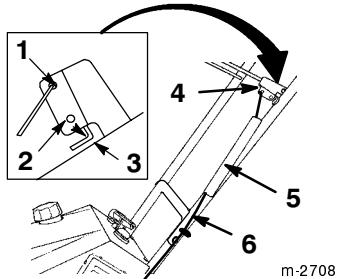

Figure 10
- Faites passer la câble dans le guide-câble situé du côté gauche de la machine (Fig.10).
- Placez la protection sur le ressort et le dispositif de réglage du câble, et poussez l'extrémité du ressort dans le trou à l'extrémité de la protection du ressort (Fig. 10).
- Passez l'extrémité libre du câble de commande dans le trou supérieur de la barre de commande, comme indiqué à la Figure 10.
- Vérifiez que l'écart entre la barre de commande et le mancheron est compris entre 1,6 et 3,2 mm (voir l'encart de la Fig. 10). Pour modifier l'écartement, reportez-vous à la section *Réglage de la barre de commande* page 17.